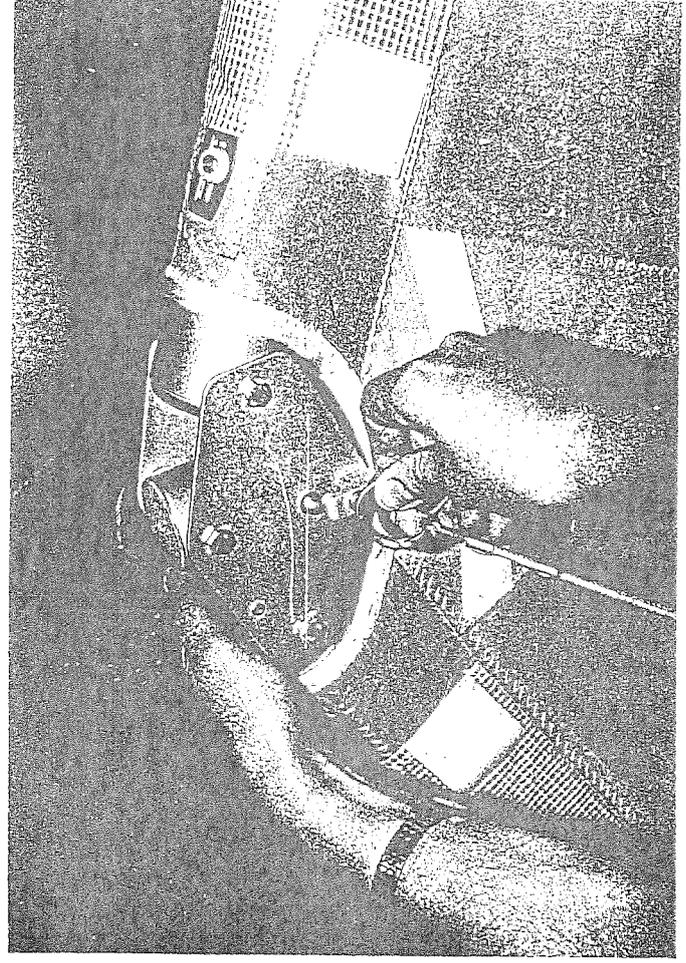

Abb. 6
- Vordere Unterverspannung einhängen (Abb.6).